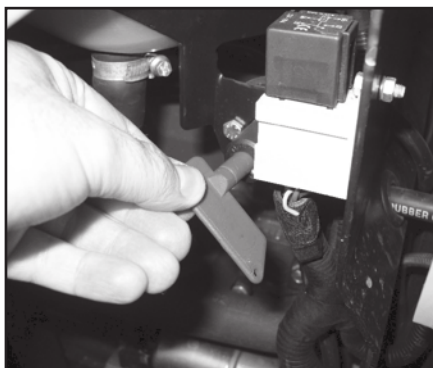

Abb. 5.16.3
- Dreht man ihn noch weiter entgegen dem Uhrzeigersinn, wird der Schalter ausgerastet und kann herausgenommen werden (Abb. 5.16.3).